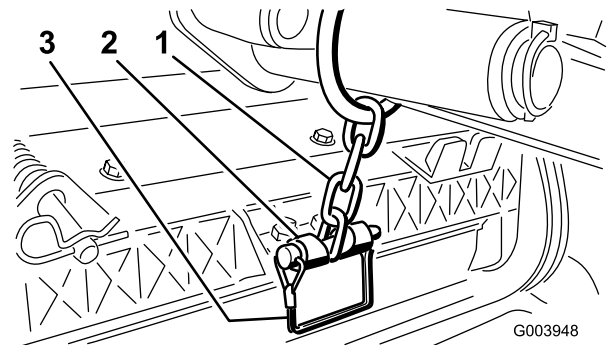

Bild 12
14. Befestigen Sie die Hubarmkette Ständer mit dem Einraststift an der Kettenhalterung (Bild 12).